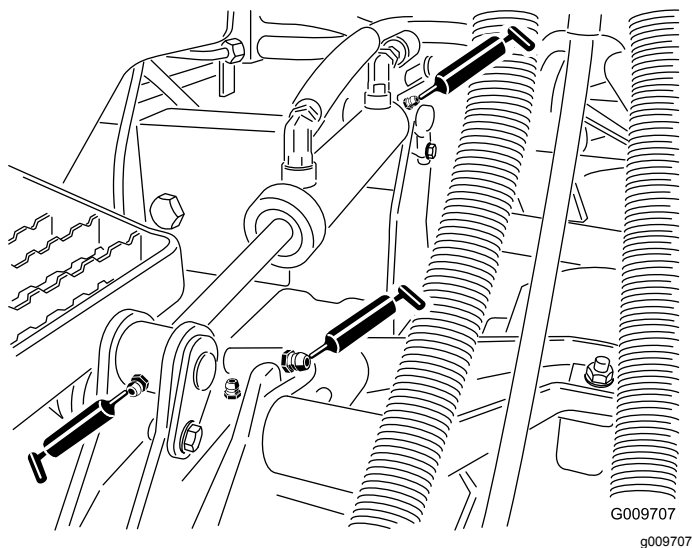

Figura 22
- Casquilhos do braço de elevação (1 por plataforma) (Figura 22)
- Casquilhos do cilindro de elevação (2 por plataforma) (Figura 22)